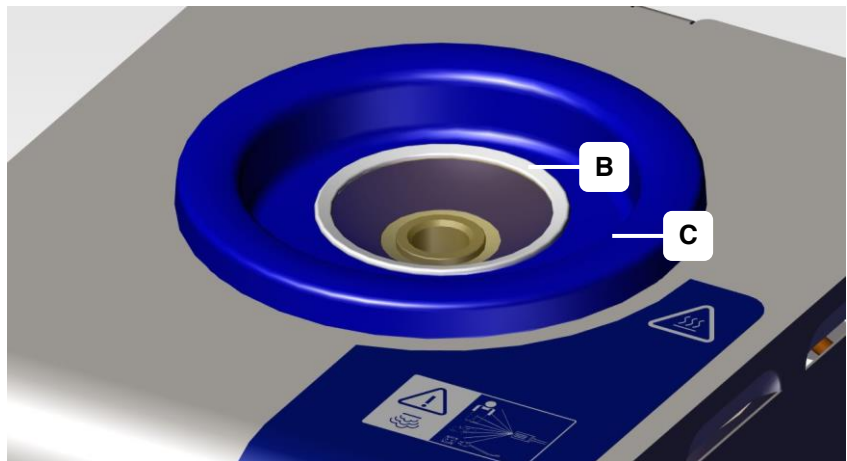

Bild 6.2.2: Sieb in die Auffangwanne legen
3. Legen Sie das Sieb (Bild 6.2.2) in die Auffangwanne.